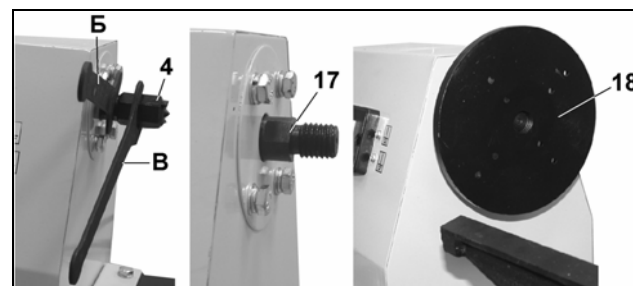

Рис.10.
Начертите диагональные линии на обоих торцах, чтобы определить центры (Рис.10).
10.3.2. Установите планшайбу (18) с закрепленной заготовкой на шпиндель (17) машины, Рис.10.